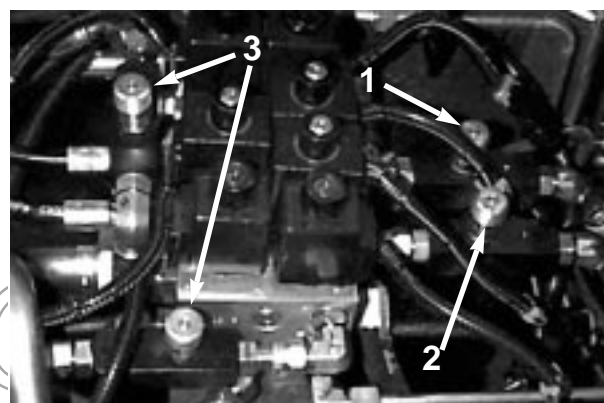

図8
1. 調整バルブは運転席の下にある(図8)。
1. 調整バルブは運転席の下にある (図 8)。